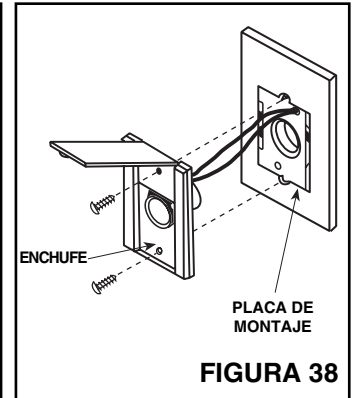

FIGURA 38
- Véase la Figura 38. Alinee los agujeros de montaje del enchufe con los agujeros de la placa de montaje, posicione el enchufe en la placa de montaje, y asegúrela con los tornillos proporcionados.